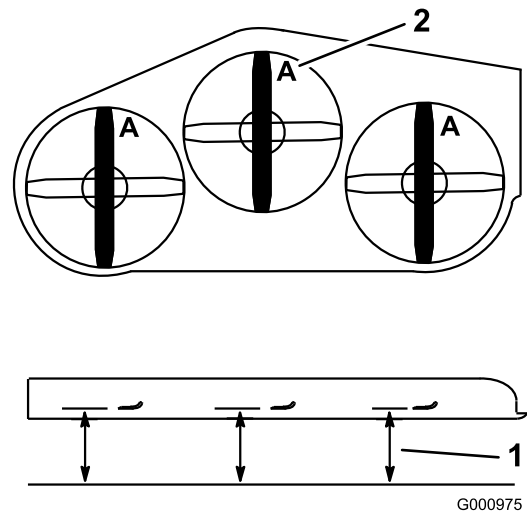

Figure 84
1. Tournez les lames dans le sens longitudinal (Figure 84). Mesurez la distance entre la surface
plane et le tranchant (position A) des lames (Figure 84). Notez cette valeur.